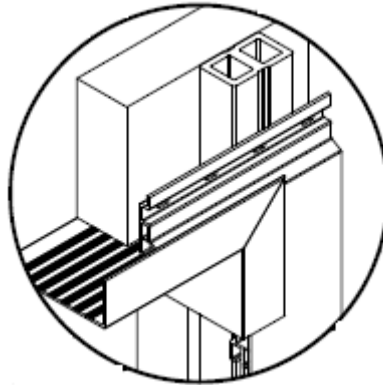

Figura 6 – Detalle de la esquinera
- Para obtener un acabado estéticamente más perfecto, se aconseja en el área de las ventanas donde se usa esquinera, cortar la misma a 45° como se ejemplifica en la Figura 6.